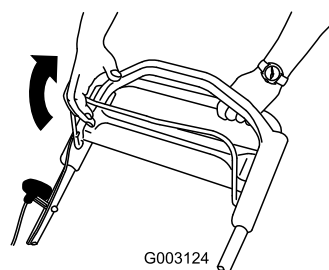

Рисунок 18
2. Потяните штангу управления ножом в направлении рукоятки (Рисунок 18).